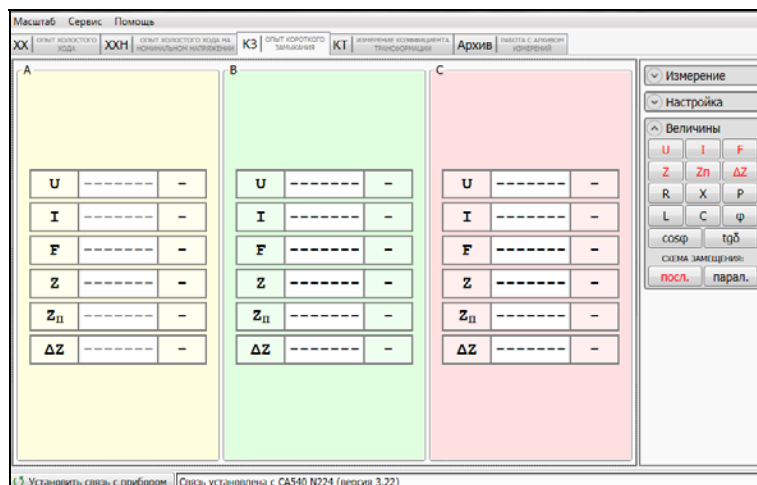

Рисунок 7.22
10) Развернуть поле "Величины" (рисунок 7.22), для чего щелкнуть по кнопке